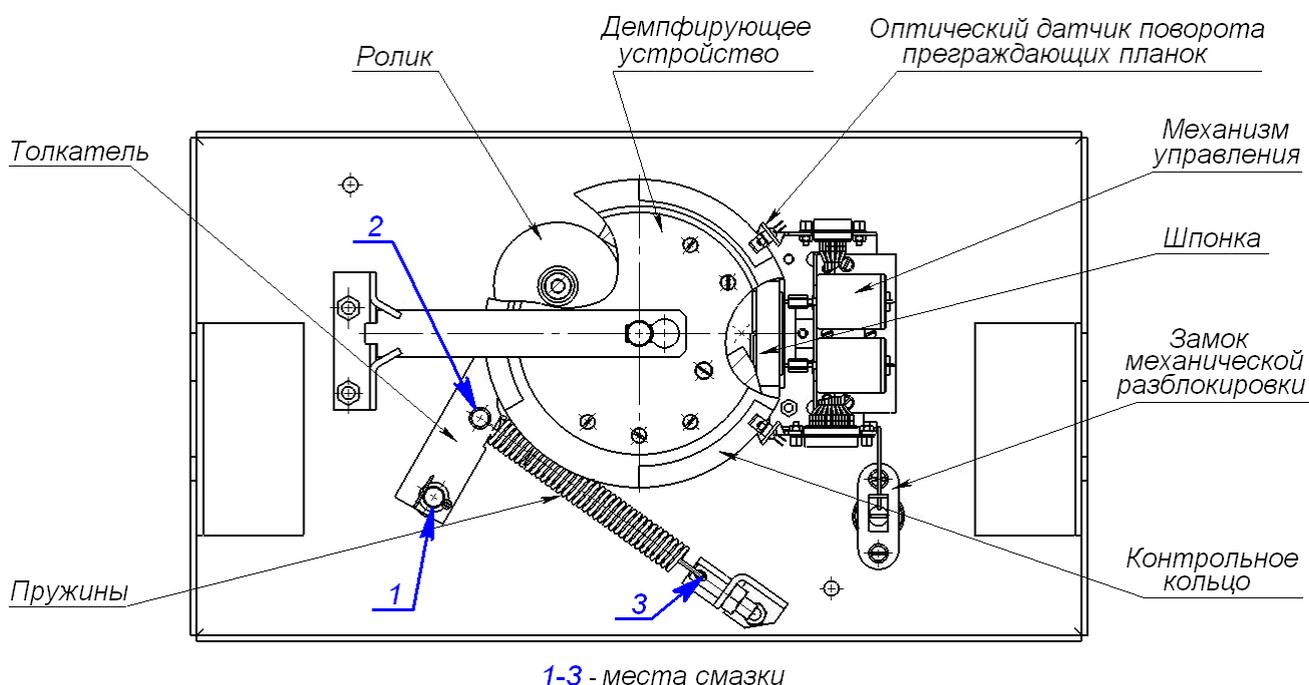

Рисунок 29. Расположение внутренних деталей и узлов стойки ЭП
2. Снимите крышку (3) в порядке, указанном в разд. 6 и положите ее на ровную устойчивую поверхность.
3. Осмотрите устройство доворота (толкатель, пружины и ролик), оптические датчики поворота преграждающих планок и демпфирующее устройство (см. рис. 29).
- четыре втулки на устройстве доворота – две на оси вращения толкателя и две на оси крепления пружин, а также отверстия в деталях крепления пружин, по две - три капли масла в каждое место смазки (места смазки указаны на рис. 29);
- механизмы секретности замка механической разблокировки (9) и замка крышки (4) со стороны замочной скважины.